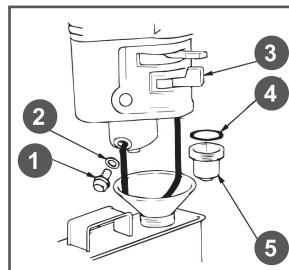

Рис. 31 Обслуживание фильтра-отстойника
1. Установите рычаг топливного крана 3 (Рис. 31) в положение «ЗАКРЫТО».
3. Открутите болт 1 сливного отверстия и слейте топливо из поплавковой камеры карбюратора (Рис. 31).
4. Открутите стакан отстойника 5, вылейте из него топливо в заранее подготовленную емкость (Рис. 31).
- Слейте топливо из топливного бака и карбюратора (Рис. 31).